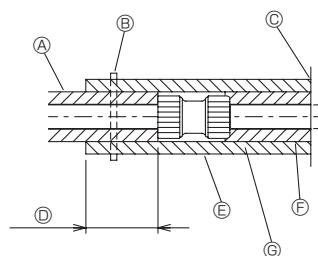

Fig. 4-2
- Veillez à ajouter un isolant sur la tuyauterie d'eau en couvrant la tuyauterie d'eau séparément avec une épaisseur suffisante de polyéthylène résistant à la chaleur de sorte à ne laisser aucun écarts dans le joint entre l'appareil intérieur et le matériau isolant, et entre les différents matériaux isolants. Une isolation insuffisante peut provoquer la formation de condensation, etc. Faites particulièrement attention à l'isolation du plenum du plafond. (Fig. 4-2)